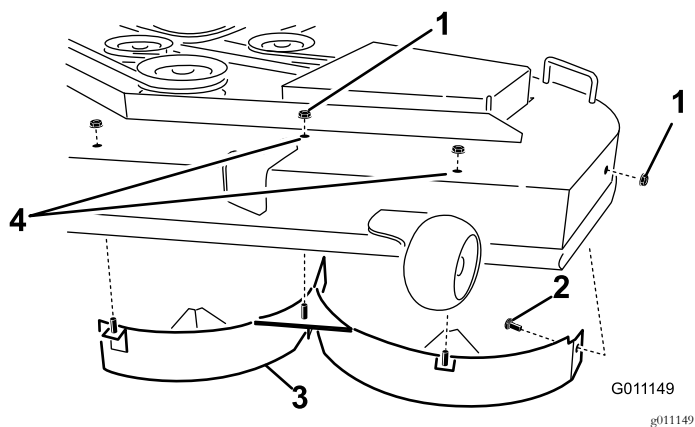

Figura 30
4. Rimuovete i 2 dadi di bloccaggio (5/16 poll.) fissati sui perni saldati del deflettore sinistro in posizione centrale e a sinistra del centro sulla parte superiore del piatto di taglio (Figura 30).
6. Staccate il deflettore sinistro dal piatto di taglio come illustrato nella Figura 30.